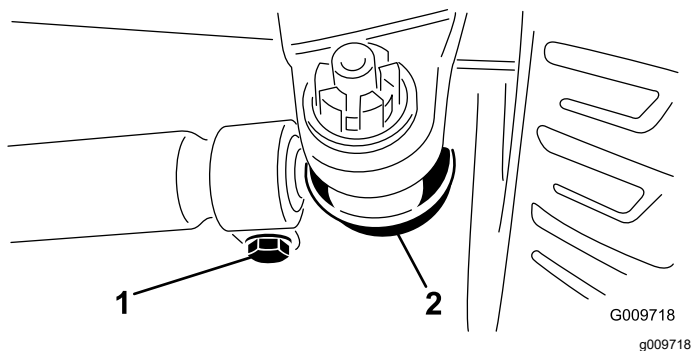

Рисунок 74
3. Для регулировки схождения снимите шплинт и гайку с любой шаровой опоры поперечной тяги (Рисунок 74).
5. Ослабьте зажимы на обоих наконечниках поперечных тяг (Рисунок 74).